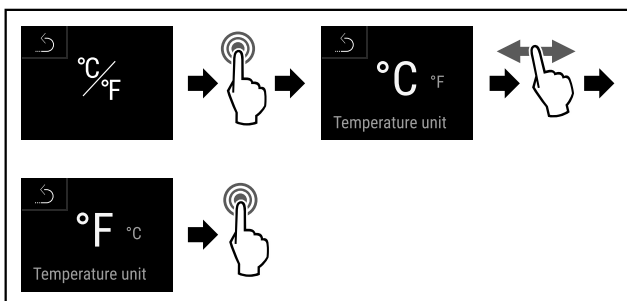

Fig. 108
- ▶ Suivre les étapes (voir Fig. 108) .